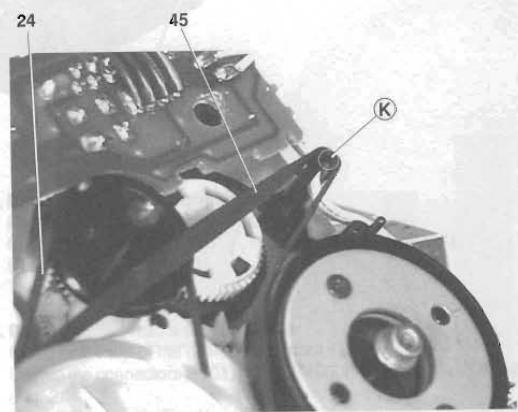

Fig. 9
- Nehmen Sie den Antriebsriemen **45** von der Motorriemenscheibe und legen Sie ihn über den hochstehenden Bolzen **K** (Fig. 9).
- Take off the drive belt **45** from the motor pulley and put it around the upright bolt **K** (Fig. 9).